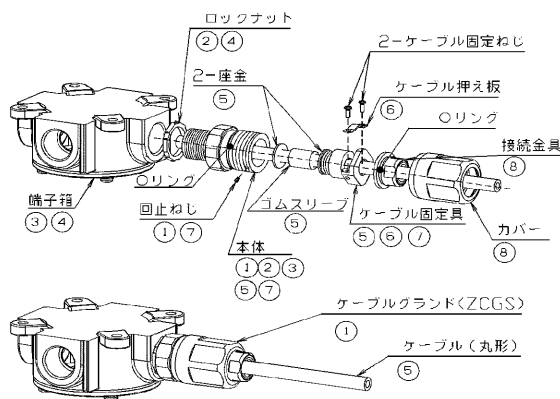

図3
■ケーブルグランドの取付け (図3)
- ① ケーブルグランドを図3のように分離し、ケーブルをケーブルグランドに「カバー、接続金具、ケーブル固定具、座金、ゴムスリーブ、座金、本体、ロックナット」の順に通してください。